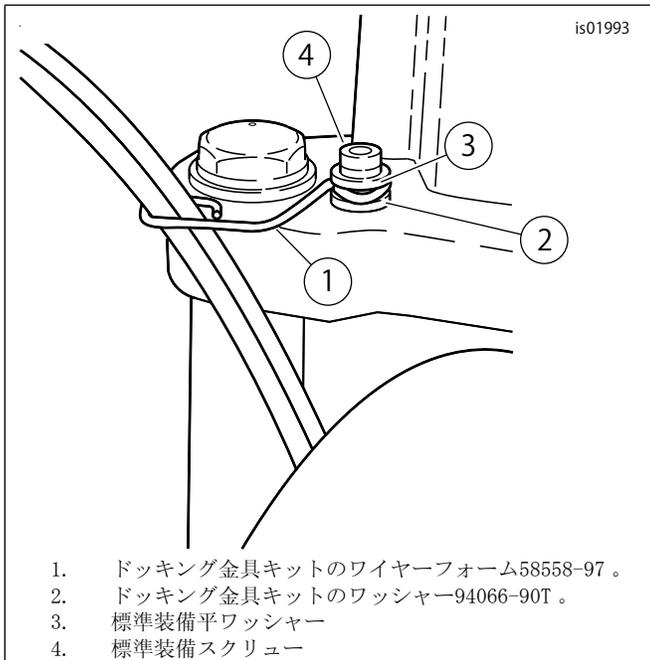

図1. スロットルケーブルアタッチメント
3. 「図1」を参照してください。ドッキング金具キットのワイヤーフォーム(1)を使用して、次のようにスロットルケーブルをアッパーマウントクランプに固定します。キットのクロームワッシャー(2)をワイヤーフォームとマウントクランプナットの間に入れます。